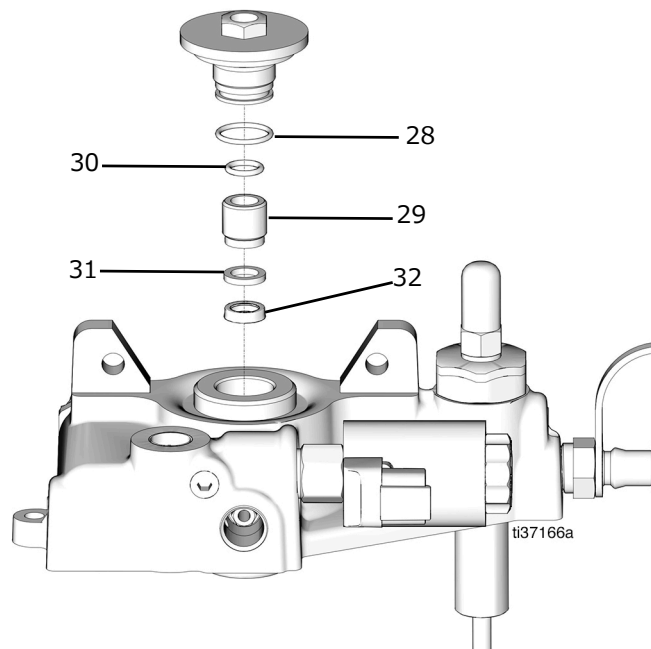

図 48
31. 保持ナットから外部の O リング (28) を取り外してください (図 48)。
32. 内部の O リング (30) に到達するために、針板締ネジ (29) を取り外してください (図 48)。
33. ポンプハウジングからブロンズワッシャ (31) を取り外してください (図 48)。
34. スロットシール (32)(U カップ) を取り外します (図 48)。